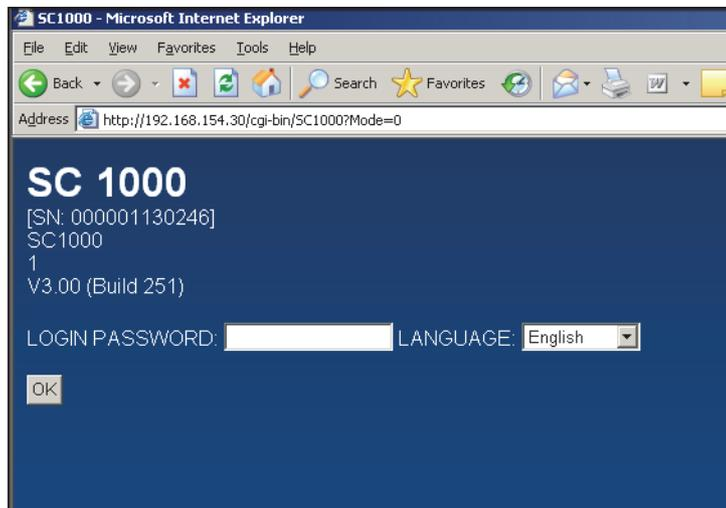

Abbildung 9 Anmeldefenster des sc1000 Controllers
3. Den Internet-Browser des Computers starten und die IP-Adresse des sc1000 Controllers in der Adresszeile des Internet-Browser eingeben (Abbildung 9).